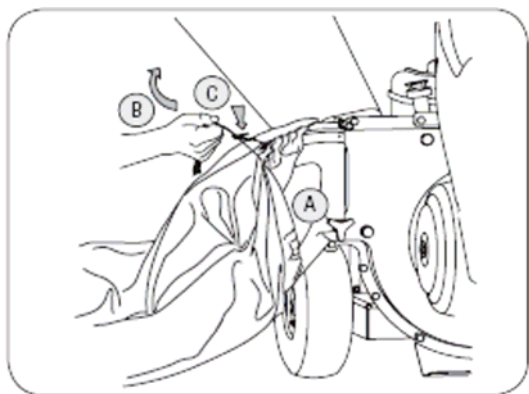

Figure 8
3. Зафиксируйте мешок в нужном положении (смотри рисунок 8)